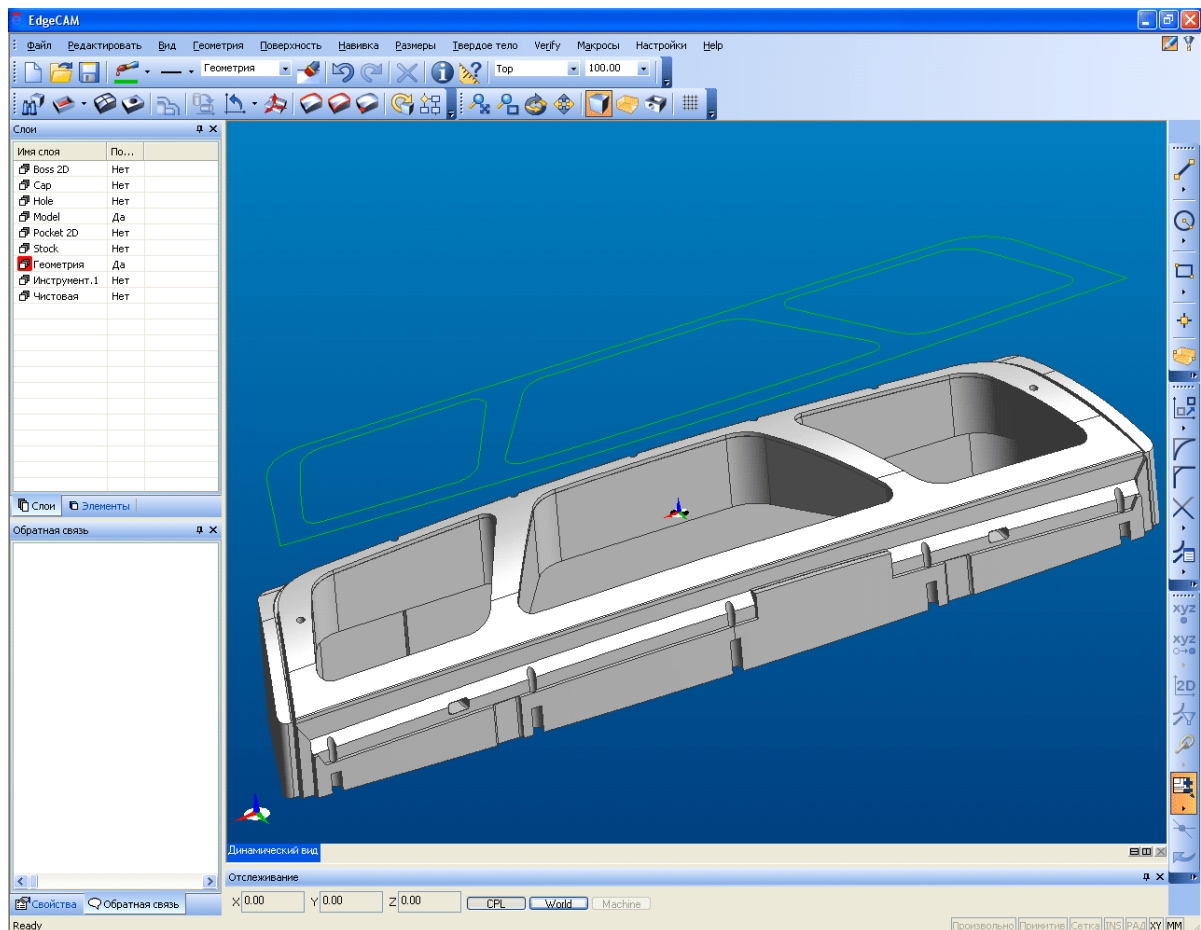

Рис. 2. Edgесam Пример обработки поверхности пуансона
- спроецирована граница поверхности на плоскость 100 мм (надо включить режим 2D привязки) (рис. 2)